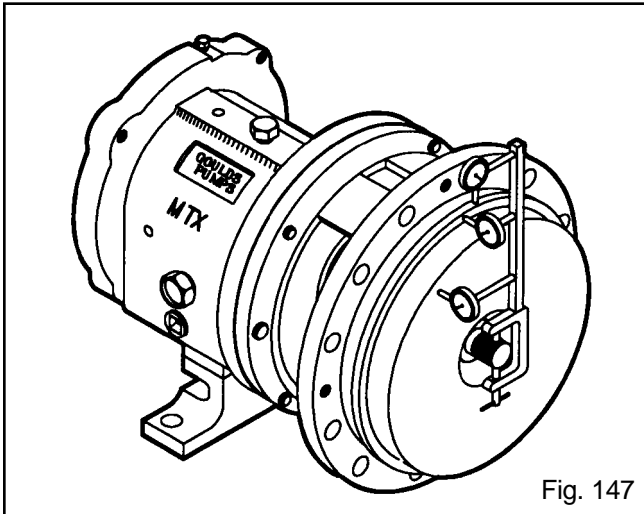

Fig. 147
2. Verifique el descentramiento de la tapa de la cámara del sello. Gire el indicador 360 grados. Si la lectura total del indicador es superior a 0.005 in pulg. (0.13 mm), determine la causa y corrija el problema antes de continuar (Fig. 147).